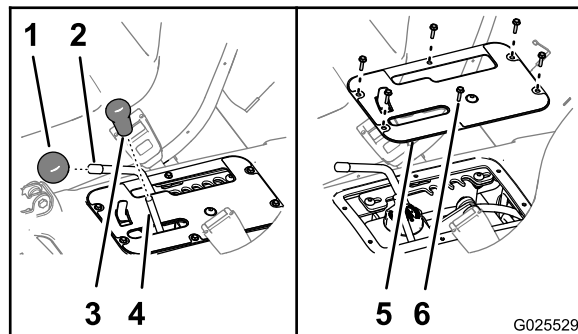

图60
1. 从液压提升杆和速度范围控制杆卸下旋钮 图60。
2. 拧掉将控制盖板固定至座椅底座的 6 个六角垫圈螺丝 10 x 3/4 英寸然后取下盖板 图60。
6. 将控制盖板上的孔与座椅底座上的孔对齐图60。
7. 用在第2步卸下的6个六角垫圈螺丝将控制板固定至底座图60。
8. 将旋钮拧到液压提升杆和速度范围控制杆上图60。
2. 从液压提升杆和速度范围控制杆卸下旋钮图60。
3. 拧掉将控制盖板固定至座椅底座的6个六角垫圈螺丝10 x ¼英寸然后取下盖板图60。
9. 将控制盖板上的孔与座椅底座上的孔对齐图60。
10. 用在第3步卸下的6个六角垫圈螺丝将控制板固定至底座图60。
11. 将旋钮拧到液压提升杆和速度范围控制杆上图60。